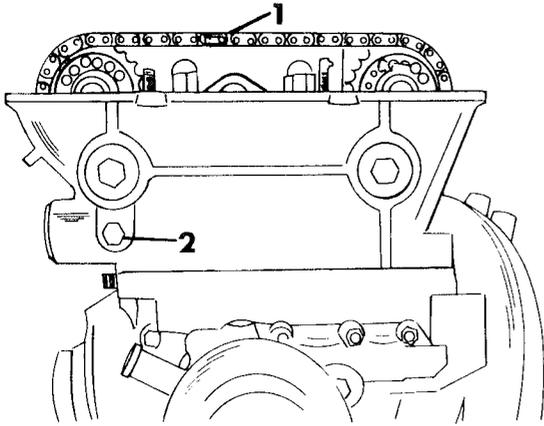

Bild 13
- Die Kurbelwelle durchdrehen bis sich das abnehmbare Kettenglied in der in Bild 13 gezeigten Lage befindet und das Fluchtzeichen an den vorderen Nockenwellenlagerzapfen und den Lagerdeckeln in einer Linie liegt.
- Die Schraube des Kettenspanners («2» in Bild 13) lockern, mit dem Daumen auf die Mitte der Kette drücken, wie es in Bild 14 gezeigt ist, um die Federbelastung des Spanners zu überwinden und die Schraube (2) wieder anziehen. Der Kettenspanner verbleibt dabei in der ungespannten Stellung.